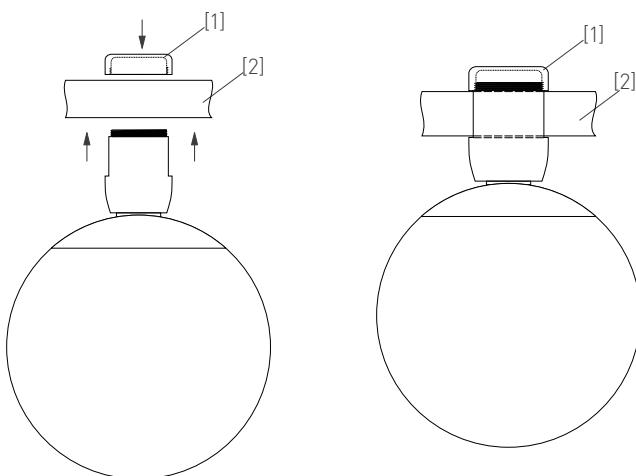

Рис. 2. Установка светильника
- ✓ Устройство крепления выполнено в виде завинчивающегося фиксатора с правой резьбой, который накручивается на верхнюю часть корпуса светильника. Открутите верхнюю часть фиксатора [1] у светильника, тем самым освободив установочное пространство. Установите светильник в необходимом месте шинопровода [2] и зафиксируйте его, закрутив верхнюю часть фиксатора светильника, как показано на рис. 2.